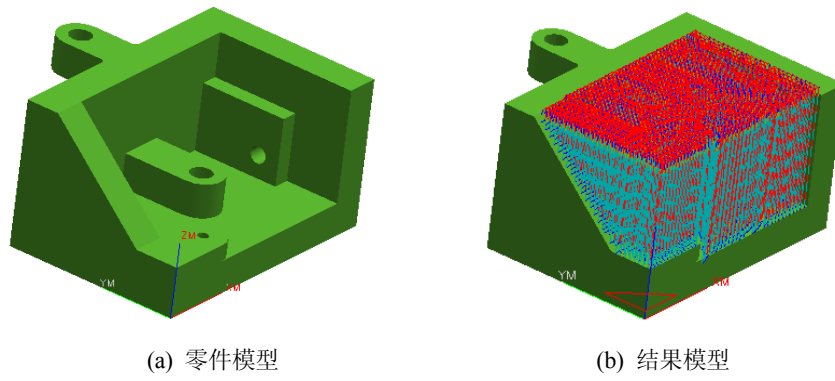

图 5-37 习题(2)模型
(2) 在 NX 6 中创建如图 5-37(a)所示的零件模型,然后进入加工环境创建插铣削操作,粗加工和半精加工其内部腔体,效果如图 5-37(b)所示。